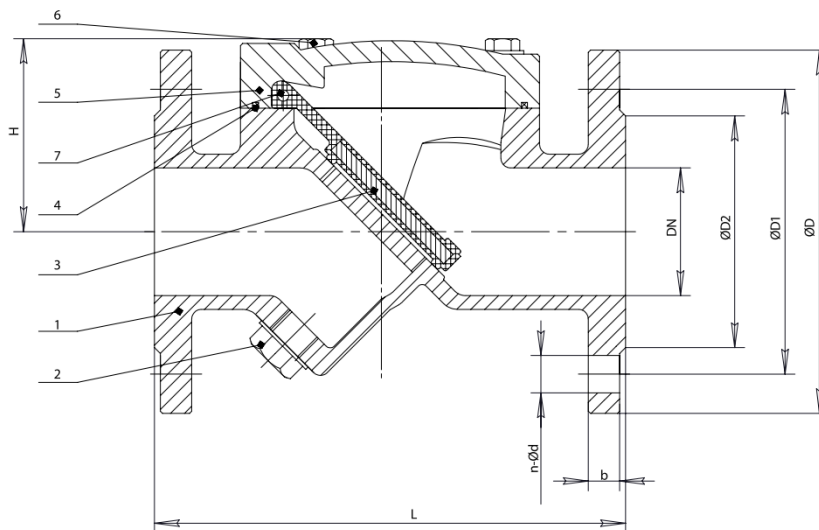

Рис. 1
1.3.1. Основные элементы конструкции клапана приведены в табл. 1, на рис. 1.
1.3.2. Под действием прямого потока рабочей среды диск (3) перемещается по оси вращения штока (7) и открывает клапан. При отсутствии прямого потока рабочей среды, под действием собственного веса, диск (3) перекрывает обратный поток среды (рис. 1).